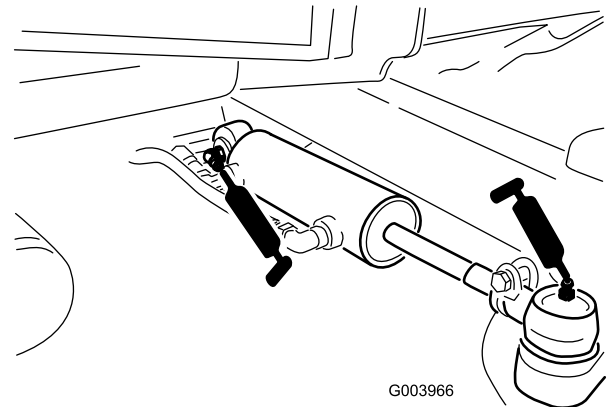

Figura 48
- Rótulas do cilindro de direcção (2) (Figura 48)